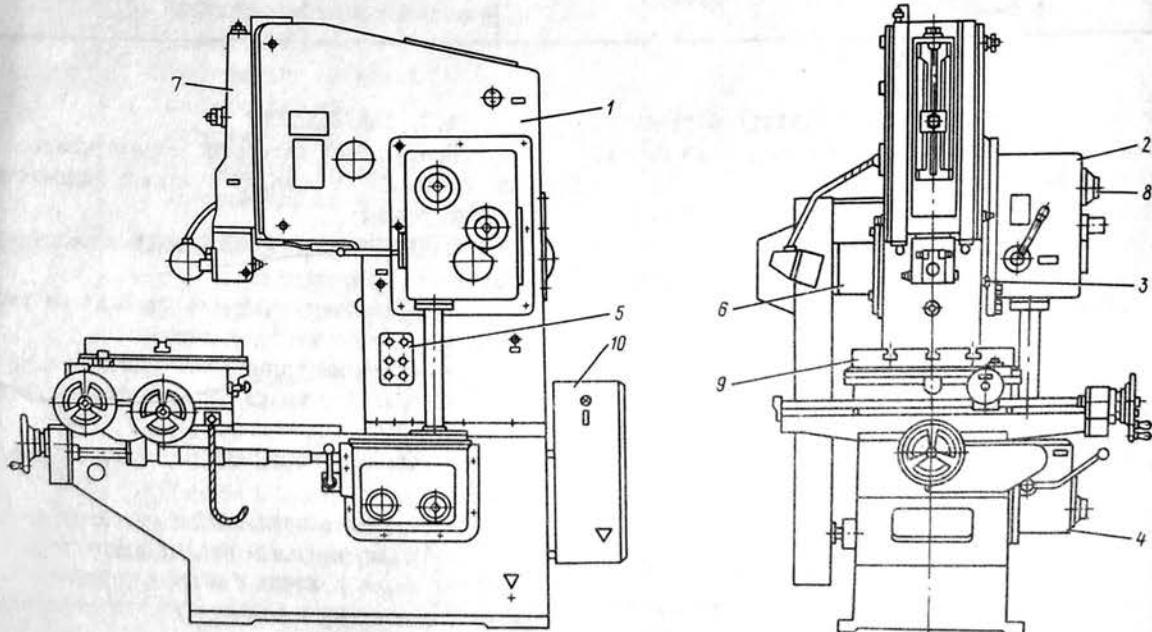

Рис. 6. Расположение составных частей станка
5.1. Общий вид станка с обозначением составных частей показан на рис.6.